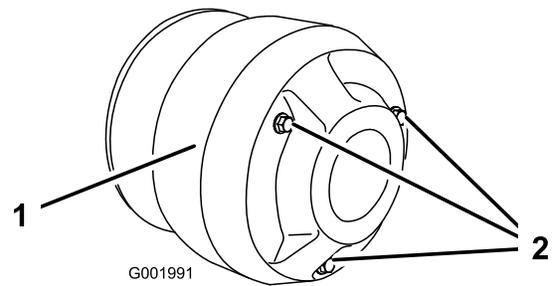

図 59
4. クラッチ・カバーのボルト（3本）を外してカバーを取る（図 59）。